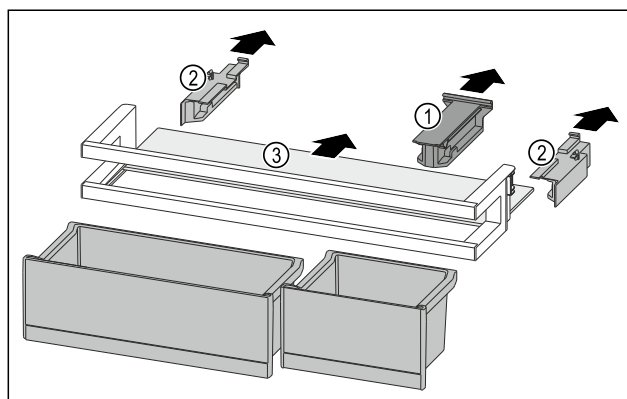

Fig. 239
- Retirer la pièce de retenue Fig. 239 (1).
- Retirer les parties latérales Fig. 239 (2).
- Retirer la tablette de rangement Fig. 239 (3).